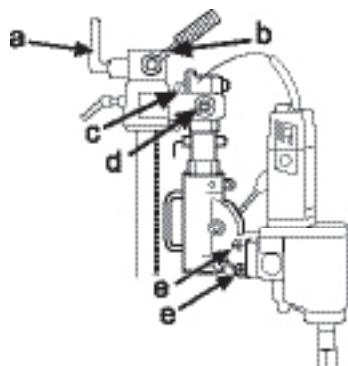

Fig. 6
4. Allentare la manopola di bloccaggio (d), angolare verso l'esterno e abbassare la colonna di foratura (fig. 6).
4. Verriegelungsknopf (d) lösen, herauswinkeln und die Bohrsäule herunterklappen (Abb. 6).
4. Desserrer la poignée de verrouillage (d), orienter et rabattre le pilier de forage (Fig. 6).
4. Maak de borgknop (d) los en draai de boorkolom naar beneden (Fig. 6).
6. Installare la foratrice nell'attacco rapido. Serrare i dadi conici (e) (fig. 6) con la chiave da 24 mm.
7. Riportare indietro e sollevare la colonna di foratura, bloccandola con l'impugnatura a L (c) (fig. 6). Per la foratura angolata, allentare l'impugnatura a L e portare la colonna di foratura all'angolo desiderato serrando il dado (d) con la chiave da 30 mm.
- Per modificare l'altezza, rilasciare il fermo (a) (fig. 6) della guida a parete e, contemporaneamente, regolare l'altezza con l'apposita manopola (b) (fig. 6).
6. Die Bohrmaschine in die Schnellkupplung montieren. Die konischen Muttern (e) anziehen, dazu den 24-mm-Schraubenschlüssel benutzen (Abb. 6).
7. Die Bohrsäule nach hinten winkeln und hochklappen, mit dem L-Griff (c) sichern (Abb. 6). Beim Gradbohren wird der L-Griff gelöst, und die Bohrsäule wird auf den gewünschten Winkel eingestellt, dazu wird die Mutter (d) mit einem 3-mm-Schraubenschlüssel angezogen.
- Bei geänderter Höhe wird die Sperre (a) der Wandschiene losgelassen, gleichzeitig wird die Höhe mit dem Höhenverstellgriff (b) eingestellt (Abb. 6).
6. Monter la foreuse dans la fixation rapide. Serrer les écrous coniques (e) (Fig. 6) à l'aide d'une clé de 24 mm.
7. Remettre en place, sortir le pilier de forage et attacher avec la poignée en L (c) (Fig. 6). En cas d'ébarbage, la poignée en L peut être desserrée et le pilier de forage être réglé sur l'angle souhaité en serrant l'écrou (d) à l'aide d'une clé de 30 mm.
- En cas de modification de la hauteur, libérer le blocage (a) (Fig. 6) du rail mural tout en réglant la hauteur à l'aide de la poignée de réglage de la hauteur (b) (Fig. 6).
6. Monteer de boormachine in de snelbevestiging. Draai de conische moeren (e) (Fig. 6) vast met een 24 mm sleutel.
7. Klap de boorkolom omhoog, zet vast met de L-handgreep (d) (Fig. 6). Bij boren onder een hoek wordt de L-handgreep (d) losgemaakt en de boorkolom in de gewenste hoek vastgezet door de moer (d) met een 30 mm sleutel vast te draaien.
- Bij het wijzigen van de hoogte wordt de vergrendeling (a) (Fig. 6) van de wandrails losgezet terwijl de hoogte wordt afgesteld met de hoogteinstelknop (b) (Fig.6).